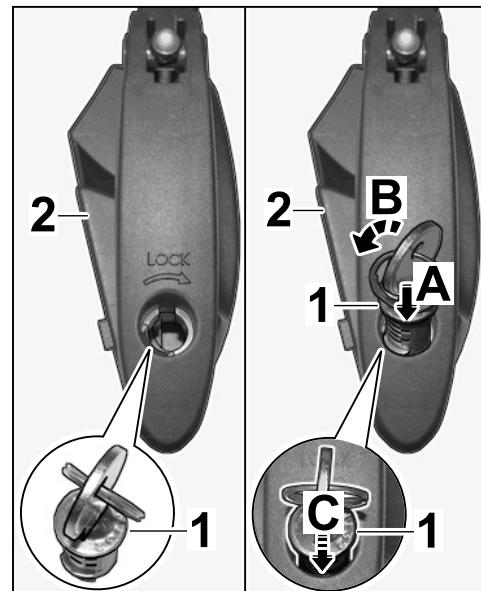

Figura 5
- 1.2 Montar el bombín en el arco tensor ( $\Rightarrow$  Figura 5).
- 1.2.3 Introducir cuidadosamente el bombín ( $\Rightarrow$  Figura 5 -A-) y girarlo 45° en "sentido contrario al de cierre" ( $\Rightarrow$  Figura 5 -B-).
- 1.2.4 Introducir el bombín completamente ( $\Rightarrow$  Figura 5 -C-) hasta que encaje y no se pueda extraer.